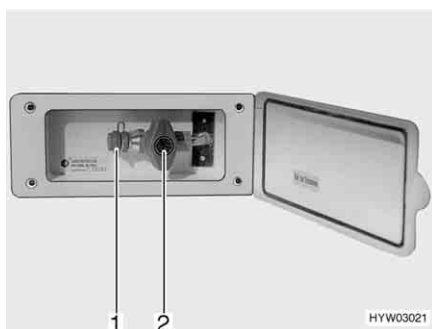

Fig. 79 Presa gas esterna, rubinetto di arresto del gas chiuso
La presa gas esterna si trova (Fig. 79) sul lato anteriore destro vicino al vano portabombole.
- Collegare l'apparecchio a gas esterno all'attacco (Fig. 79,1).
- Aprire il rubinetto di arresto del gas (Fig. 79,2).